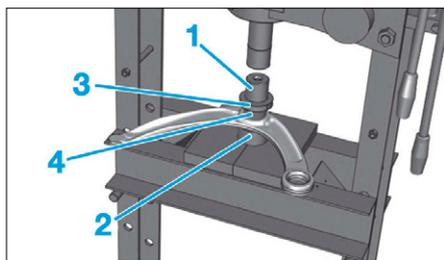

FIG. 24
- Positionner l'articulation élastique (4) entre la presse et le bras inférieur et intercaler, une cloche d'appui (1) une butée de montage (3) et un tampon de montage (2) adapté (Fig.24).